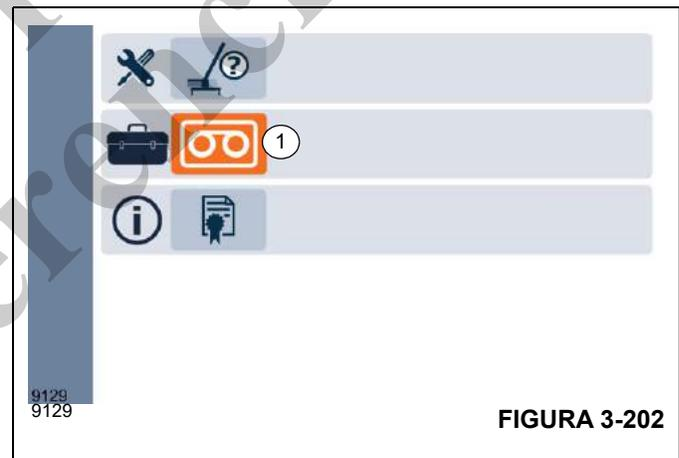

FIGURA 3-202
1. Seleccione el icono del registrador de datos (1), (Figura 3-202) en el RDM.